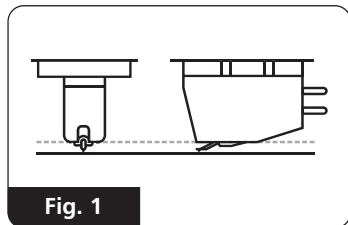

Fig. 1
(1) Montage. Den nadelschutz nicht abnehmen, damit die Abtastnadel beim Einbau nicht beschädigt wird. Der Einbau vereinfacht sich, wenn Sie die Verdrahtung anschließen, bevor Sie den Tonabnehmer am Tonarmkopf festschrauben. Dieser Tonabnehmer ist serienmäßig mit Bohrungen für 12,7 mm- Befestigungsschrauben ausgelegt. Der Tonabnehmer ist mit den mitgelieferten Schrauben starr am Tonarmkopf zu befestigen. Die Schrauben festziehen, aber nicht überdrehen. Den Tonabnehmer so montieren, daß seine obere Fläche, von vorn und von der Seite gesehen, parallel zur Schallplatte steht (siehe Abb. 1). Erleichtern Sie sich das Ausrichten, hierzu einen kleinen Taschenspiegel auf den Plattenteller legen und die Abtastnadel auf den Spiegel aufsetzen. Nun am Tonarm und Tonarmkopf die notwendigen Justierungen vornehmen, so daß der Tonabnehmer parallel und nicht schräg zur Schallplatte steht.